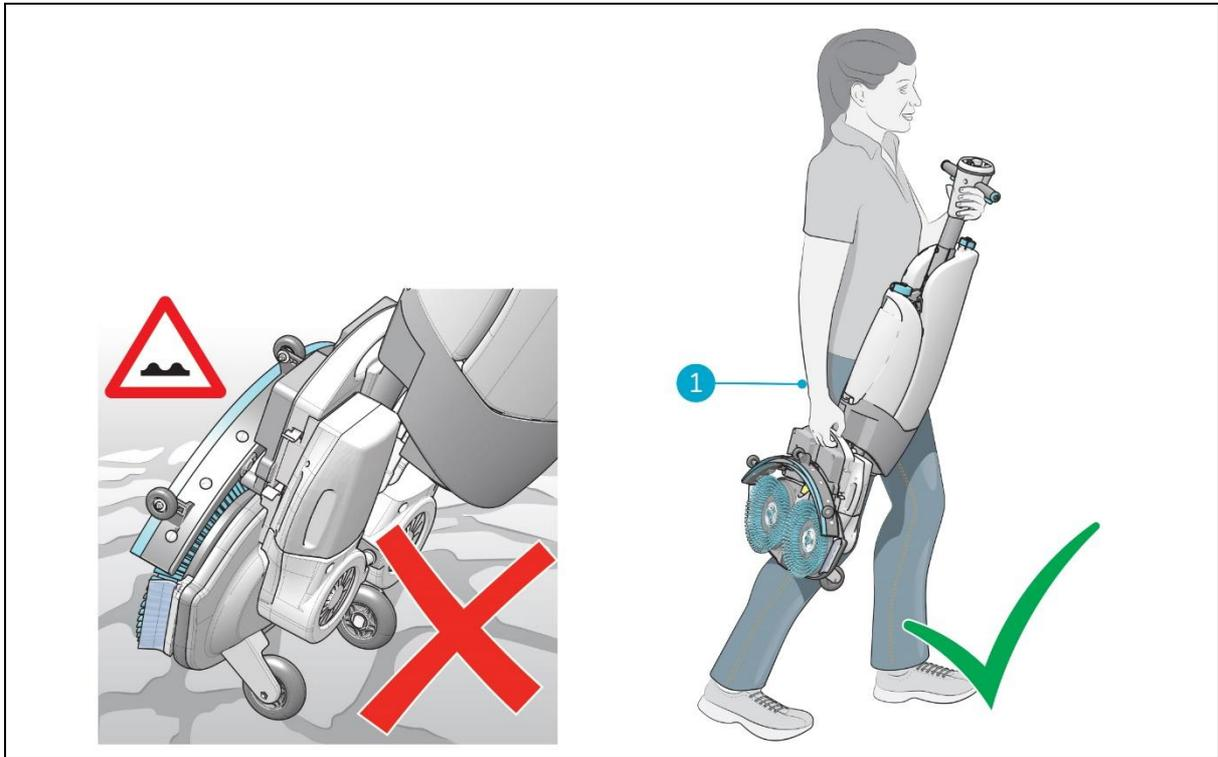

Figure 5
2. Portez l'i-mop XL basic d'une main en tenant la poignée (Figure 5, pos 1) avec l'autre main.